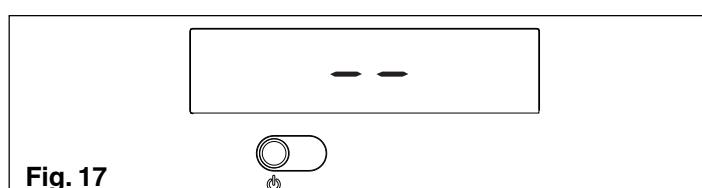
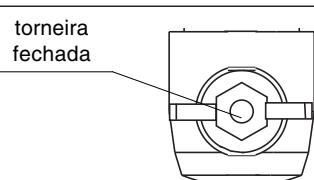

Fig. 17
Fig. 25
- A** A caldeira volta a acender no estado em que se encontrava antes do apagamento: se, na altura do apagamento, a caldeira se encontrava no inverno comfort voltará a acender no inverno comfort; ao contrário se ficava no estado OFF, o display visualizará na zona central dois segmentos (fig. 17). Carregue na tecla para activar o funcionamento.
En caso de breves ausencias pulsar la tecla para apagar a caldeira. O display visualizará na zona central dois segmentos (fig. 17). Desta forma, deixando activas a alimentação eléctrica e a alimentação do combustível, a caldeira está protegida por dois sistemas:
No caso de ausências prolongadas, carregue na tecla para apagar a caldeira (fig. 17). O display visualizará na zona central dois segmentos. Posicione o interruptor geral da instalação sobre "fechado". Feche em seguida a torneira do gás, posta debaixo da caldeira, virando-a no sentido dos ponteiros do relógio (fig. 25).